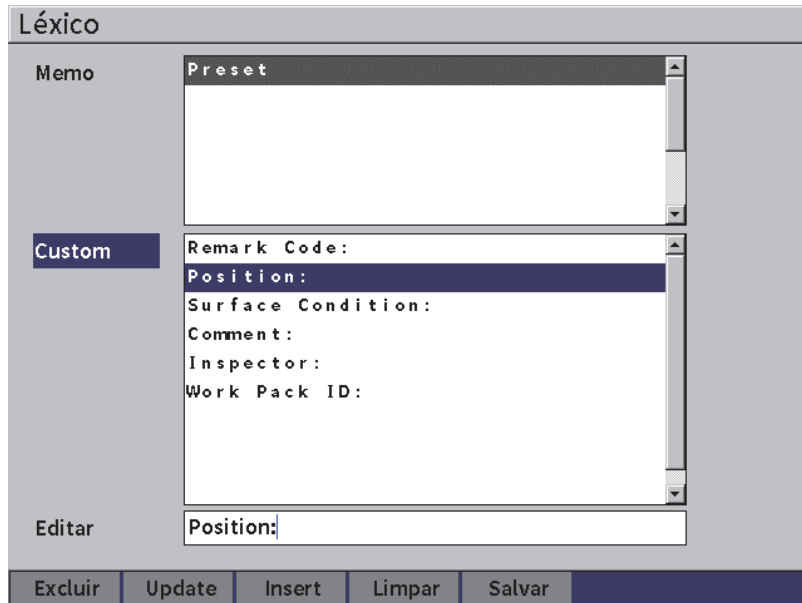

Figura 9-20 Página Léxico
3. Pressione o botão Tab para selecionar **Personalizar** e, em seguida, gire o botão de ajuste para selecionar uma das etiquetas personalizadas (veja Figura 9-20 na página 147).